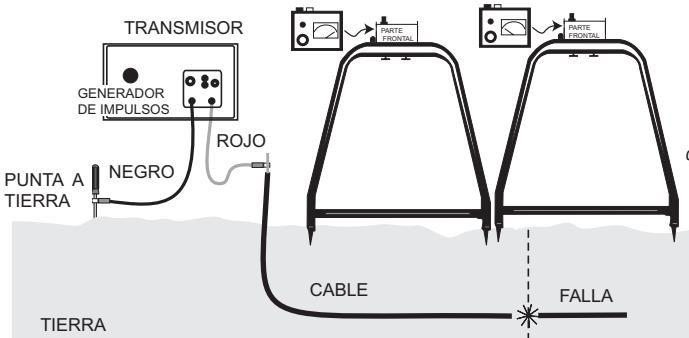
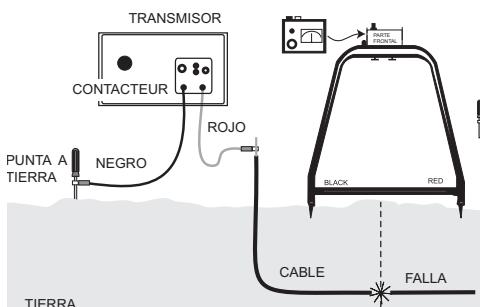

Figura 3. Trayectoria del Cable de Sondeo – Inversa
Figura 4. Receptor de Anulación – Primera Vez
5. Encienda el receptor. Verifique la condición de la pila oprimiendo el botón de verificación de pila y observando el medidor. Inserte las sondas del Bastidor "A" a la tierra. (Véase la Figura 3). Si todas las sondas hacen buena conexión a tierra, el receptor emitirá estímulos hacia la falla (en dirección contraria al transmisor) al paso con el tono audible del transmisor. Ajuste siempre la sensibilidad del transmisor para una lectura menor de una escala completa y correlacione el tono audible del transmisor con la indicación del medidor del receptor.
7. Durante el sondeo de una trayectoria, se advertirá una inversión en el medidor del receptor, un estímulo "negro", cuando se pase una falla. Para determinar la ubicación exacta, mueva el Bastidor "A" en dirección hacia el estímulo negro hasta que el mismo cambie a rojo. (Véase la Figura 3). Ahora mueva el Bastidor "A" nuevamente en incrementos pequeños al estímulo rojo hasta que vuelva a cambiar a un estímulo negro o se anule. (Véase la Figura 4).